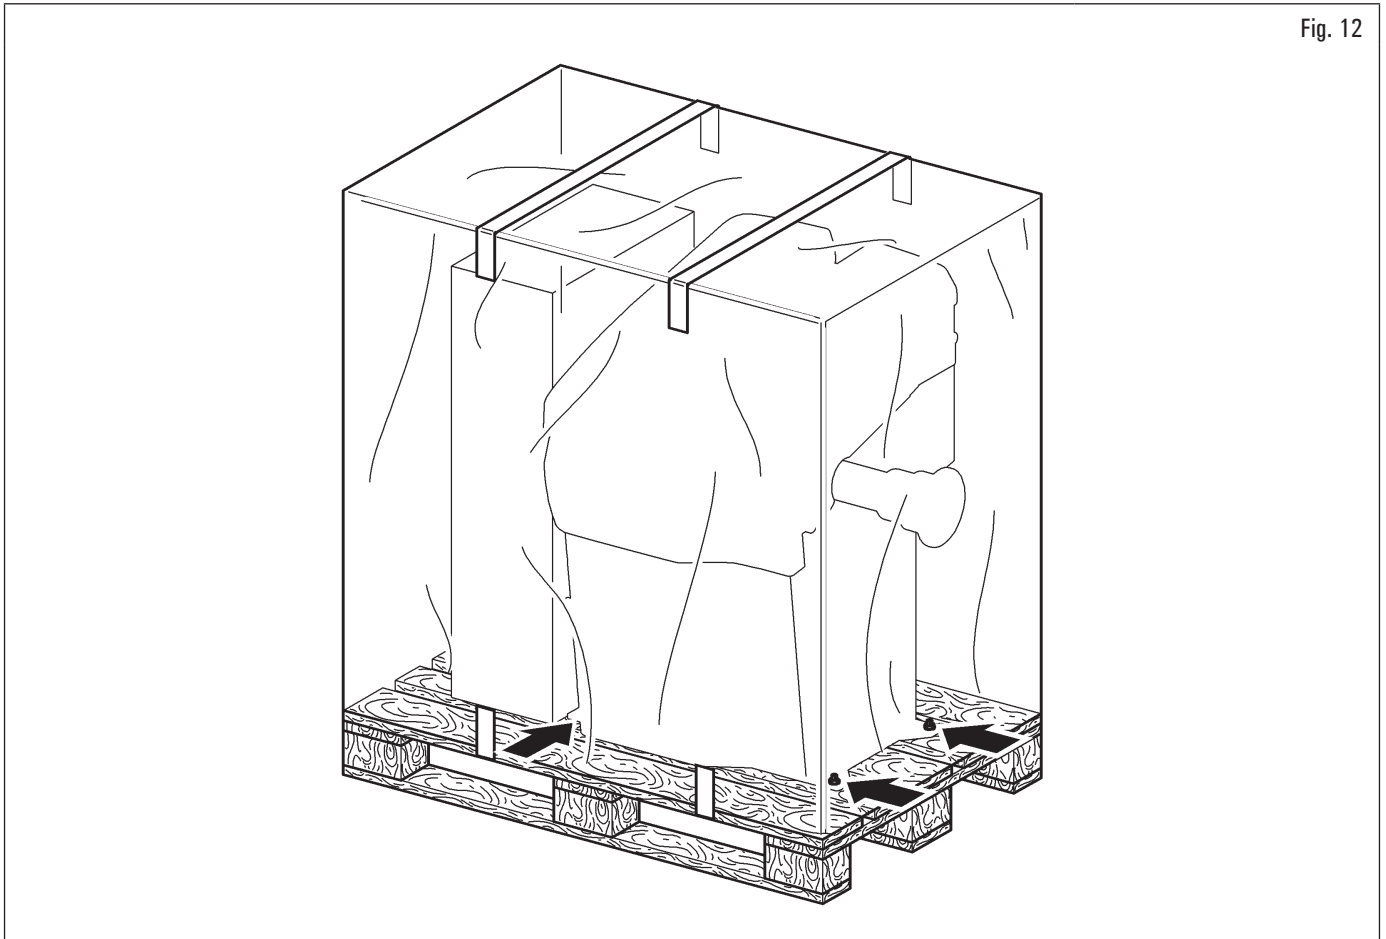

Fig. 12
- El equipo generalmente se envía parcialmente ensamblado como se muestra en Fig. 12.
- levantar con cuidado, utilizando medios adecuados para soportar la carga, en perfecto estado de funcionamiento, utilizando las señales adecuadas colocadas en el embalaje Fig. 12.